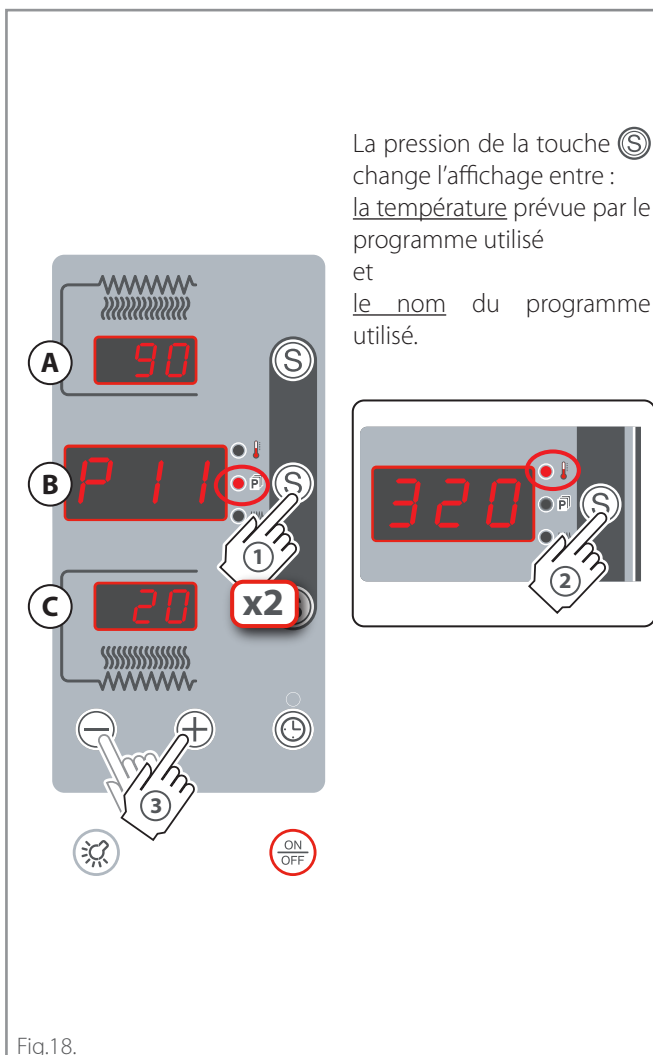

Fig.18.
Consultez le ► chap. « **Utilisation d'un programme précédemment mémorisé** » à la page **16** et ► **Fig.18**.
► Fig.18.
① Appuyez rapidement sur la touche (S) pendant deux fois : la led du programme s'allume (P), la page-écran (B) affiche le programme utilisé (ex. P11) tandis que les pages-écran (A) et (C) montrent le pourcentage des résistances prévues par le programme.
② Si vous souhaitez connaître également la température prévue par le programme affiché, appuyez sur la touche (S) (la led de la température s'allumera (T)). Pour visualiser à nouveau le nom du programme, appuyez à nouveau sur la touche (S).
③ Pour sélectionner un autre programme, lorsque la page-écran (B) affiche le nom du programme utilisé (ex. P11), appuyez sur les touches « + » et « - » pour parcourir la liste des 99 programmes disponibles.